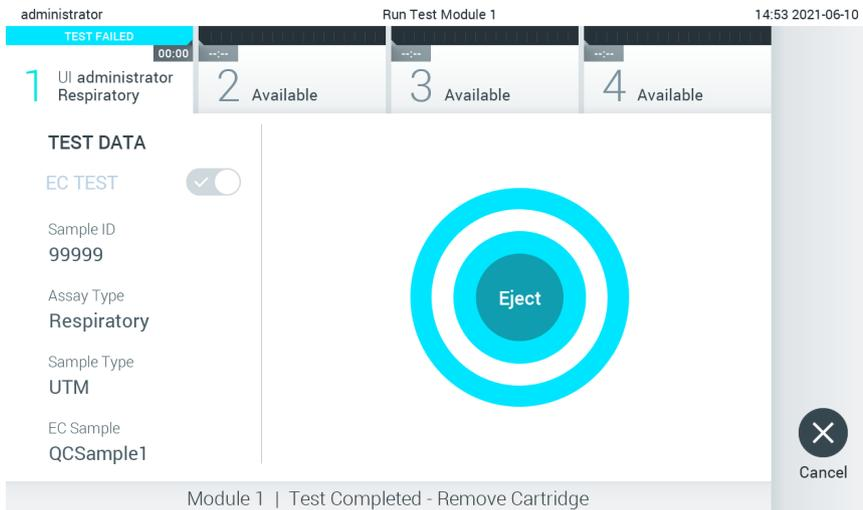

Figura 96. Visualización de la pantalla Eject (Expulsar).
11. Una vez finalizada la prueba, aparecerá la pantalla Eject (Expulsar; figura 96). Pulse  Eject (Expulsar) en la pantalla táctil para retirar el cartucho de ensayo QIAstat-Dx y desecharlo como residuo de peligro biológico de acuerdo con todas las normativas y leyes en materia de salud y de seguridad nacionales, estatales y locales.